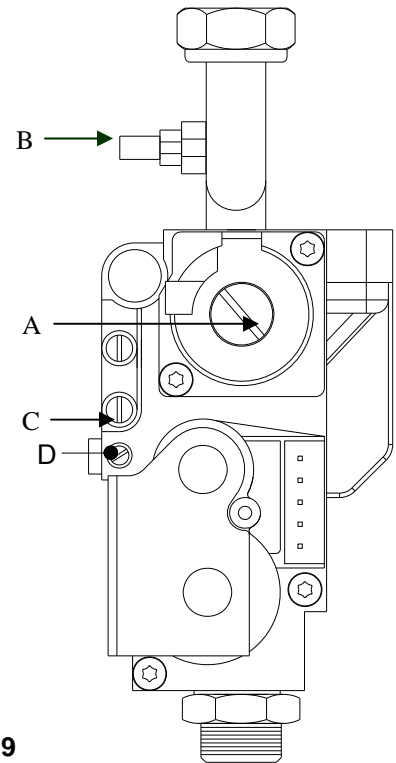

fig.9
- ouvrir la prise de pression C (voir fig.9) du bloc gaz et y relier le manomètre.
- fermer le robinet gaz, enlever le manomètre et fermer la prise de pression C (voir fig.9).